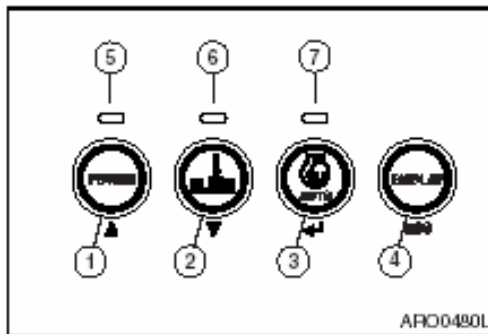

Figura 45
2. Seleccione un modo de potencia apropiado con los botones (Figura 45) antes de iniciar el trabajo.
3. Al pulsar el botón del modo de potencia (1, Figura 45) suena una señal y el modo se conmuta al modo de potencia o al modo estándar. Cuando el modo de potencia se activa, el indicador LED (5, Figura 45) se enciende.
Desactive el modo de potencia pulsándolo por segunda vez. Cuando el modo de potencia se desactiva, el indicador LED (5, Figura 45) se apaga y el modo de potencia regresa al modo estándar.